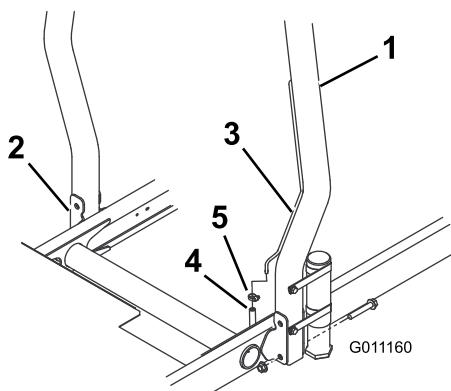

Figura 12
- Baixe o arco de segurança até aos suportes de montagem da unidade de tração, alinhando os furos de montagem. Certifique-se de que o tubo de ventilação no arco de segurança fica do lado esquerdo da máquina (Figura 12).
2. Fixe cada lado do arco de segurança aos suportes de montagem com 2 parafusos de cabeça flangeada e porcas de bloqueio (Figura 12). Aperte os parafusos e porcas a 81 Nm.